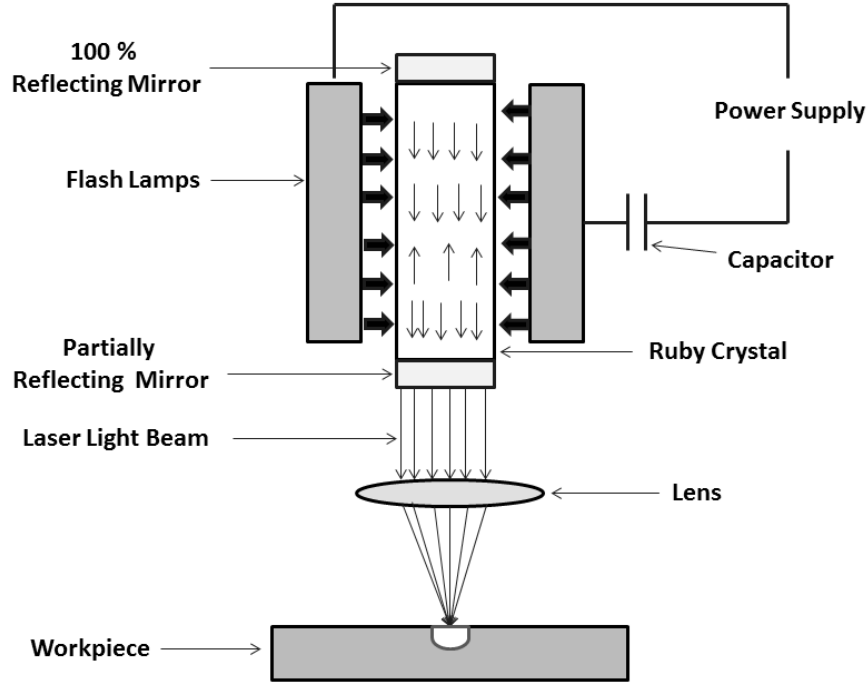

Figure 5.4.1 लेसर बीम मशीनिंग
5.4 इलेक्ट्रोकेमिकल मशनिंग Electrochemical Machining (ECM):**Figure 5.4.1** इलेक्ट्रोकेमिकल मशनिंग